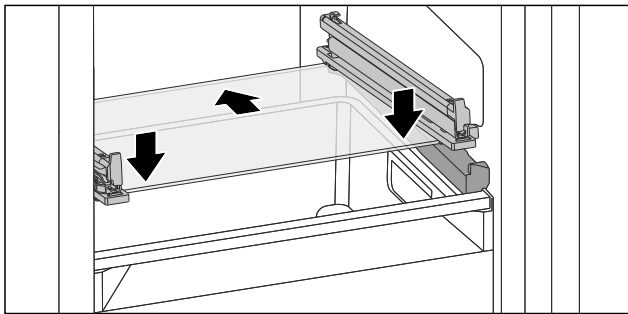

Fig. 109 可倾斜抽屉的玻璃隔板
- ▶ 将玻璃隔板斜放在止动器后面。(参见 Fig. 109)